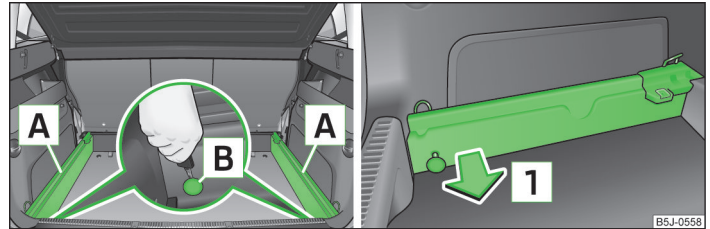

Abb. 51 Gepäckraum: Sicherungspunkte lösen / Tragschienen herausnehmen
- › Die Sicherungspunkte **B** » Abb. 51 an den Tragschienen mit dem Fahrzeugschlüssel bzw. mit einem flachen Schraubendreher lösen.
- › An jeder Tragschiene den Sicherungspunkt **B** » Abb. 51 bis zum Anschlag drücken.